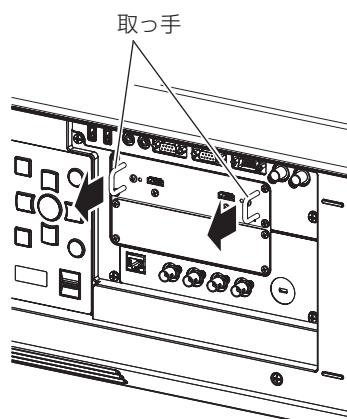

図1
### 1) スロットカバーを取り外す（図1）
1) インターフェースボードを取り外す（図1）